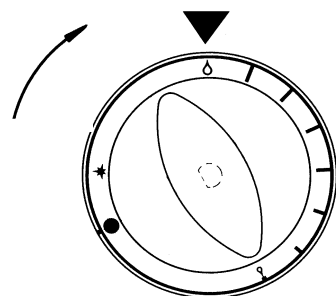

FIG. 4
- **Sustitución boquilla del quemador del horno 7.7 kW** – (fig.4):
Sustitución de las boquillas del quemador principal girar el mando en sentido horario hasta la posición " " sin someter el propio mando a ningún esfuerzo (fig. 4), luego apretar a fondo a el mando hasta la posición PILOTO . Para apagar totalmente apretar ulteriormente y girar hasta el tope.